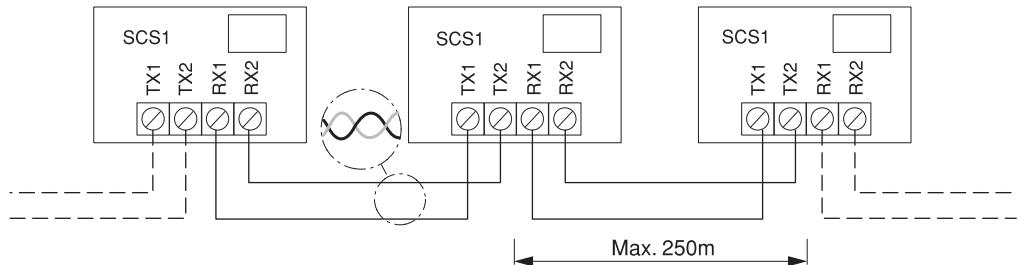
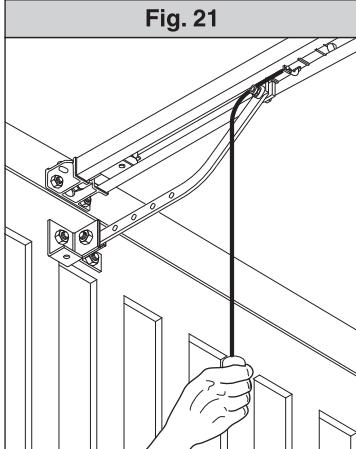
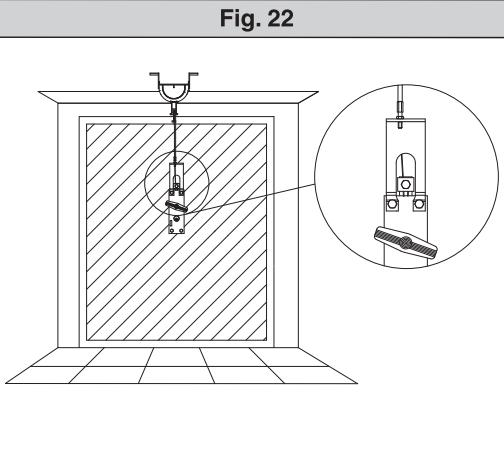

Fig. 21
Fig. 22
Fig. 23
No caso em que falte a energia eléctrica ou, de avaria do sistema, para executar a manobra manualmente, é preciso puxar a corda ligada ao carrinho como na fig.21. Para garagens sem de saída secundária, é obrigatório montar um dispositivo de desbloqueio do exterior com chave tipo o Mod. SM1 (fig.22) ou o Mod. SET/S (fig.23).
- SM1** Desbloqueio externo a ser aplicado ao espigão de cremona existente da porta basculante (**fig.22**).
- SET/S** Desbloqueio externo de maçaneta reentrante para portas seccio-nais máx. 50mm (**fig.23**).